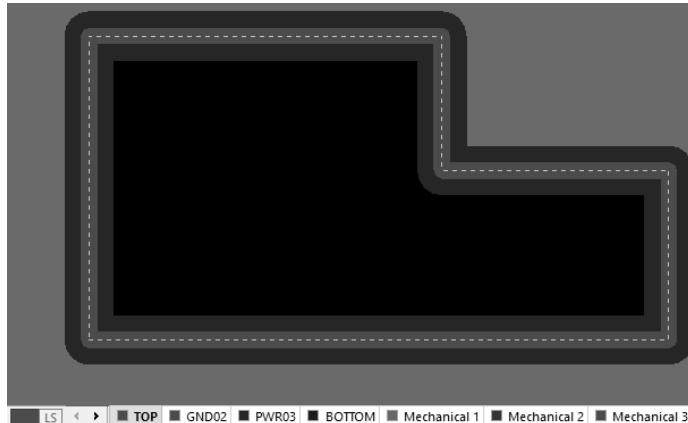

图 8-39 4 层板的层叠效果
(2) 单击鼠标右键，执行“Insert layer above”或“Insert layer below”命令，可以进行添加层操作，可添加正片或负片；执行“Move layer up”或“Move layer down”命令，可以对添加的层顺序进行调整。
(3) 双击相应的名称，可以更改名称，一般可以改为 TOP、GND02、SIN03、SIN04、PWR05、BOTTOM 这样，即采用“字母+层序号”，这样方便读取识别。
(4) 根据层叠结构设置板层厚度。
(5) 为了满足设计的 20H，可以设置负片层的内缩量。
(6) 单击“OK”按钮，完成层叠设置。一个 4 层板的层叠效果如图 8-39 所示。